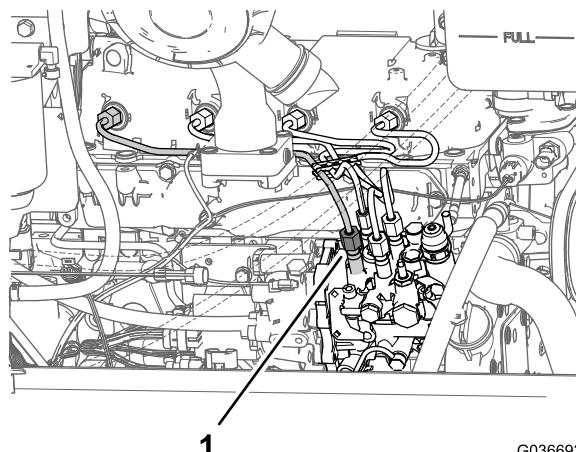

Bild 47
1. Lockern Sie die Schlauchmutter für die Einspritzdüse Nr. 1 des Zylinders an der Einspritzpumpe (Bild 47).